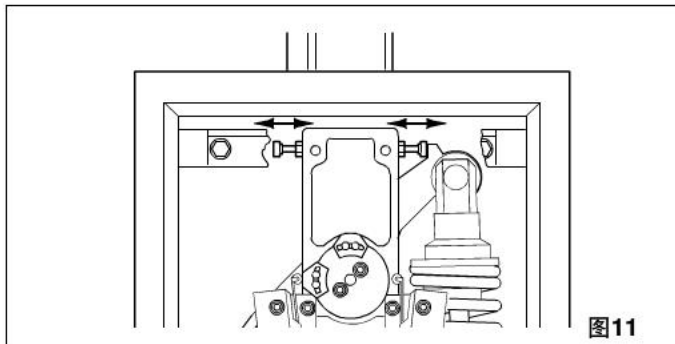

图11
- 5) 根据开启和关闭行程调整机械制动螺钉, 见图 11。根据 4.4 点, 检查臂的平衡。